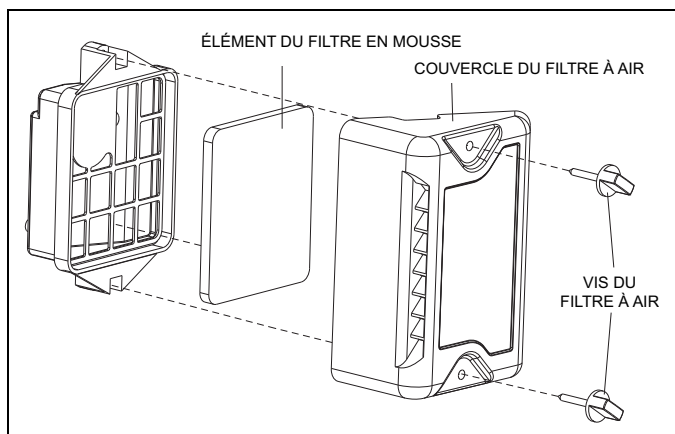
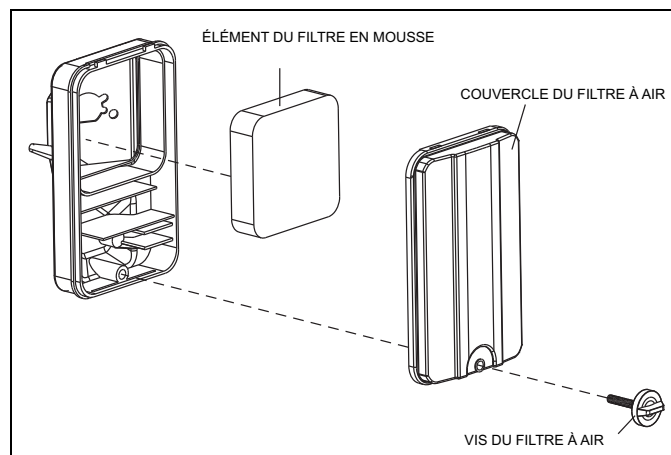

Figure 6-5. Entretien du filtre à air du modèle CW15
Figure 6-6. Entretien du filtre à air du modèle ST20
1. Retirez la ou les vis du filtre à air, puis enlevez le couvercle du filtre à air (Figure 6-5) et (Figure 6-6).